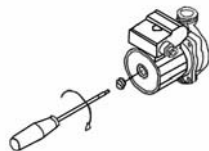

Рис. 9. Проверка циркуляционного насоса
- ✓ не заблокирован ли насос. Для этого при помощи отвёртки открутите заглушку насоса и проверните его вал несколько раз туда и обратно (см. Рис. 9). Затем плотно закрутите заглушку. При выполнении данной операции возможны протечки воды из насоса, после установки заглушки необходимо удалить остатки воды с компонентов котла (протереть);